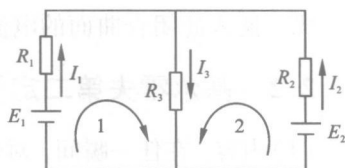

图 1-15
①先标定各支路电流的参考方向和回路的绕行方向，原则上可任意标定：一般取电动势或较大的电动势的方向作为支路电流的参考方向和回路的绕行方向。
②根据回路电压定律列出回路电压方程式。
③求解方程，并根据计算结果确定电压和电流的实际方向。
**例 1-1** 图 1-15 所示是两个电源并联对负载供电的电路。 $I_1 = 4 \text{ A}$ ,  $I_3 = -1 \text{ A}$ ,  $R_1 = 12 \Omega$ ,  $R_2 = 3 \Omega$ ,  $R_3 = 6 \Omega$ 。求各支路电流  $I_2$  和电源电动势  $E_1$ 、 $E_2$ 。